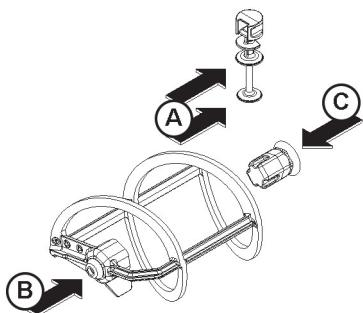

figura 13
- 7** Disassemblare il rubinetto con la sequenza indicata (vedere figura 13).
- 3** Riassemblare il rubinetto sul contenitore con sequenza inversa rispetto a quanto fatto per lo smontaggio (vedere figura 13).